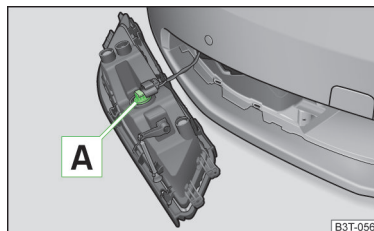

Fig. 207
- Faites tourner la douille de l'ampoule **A** » fig. 207 en sens antihoraire et la faire sortir.